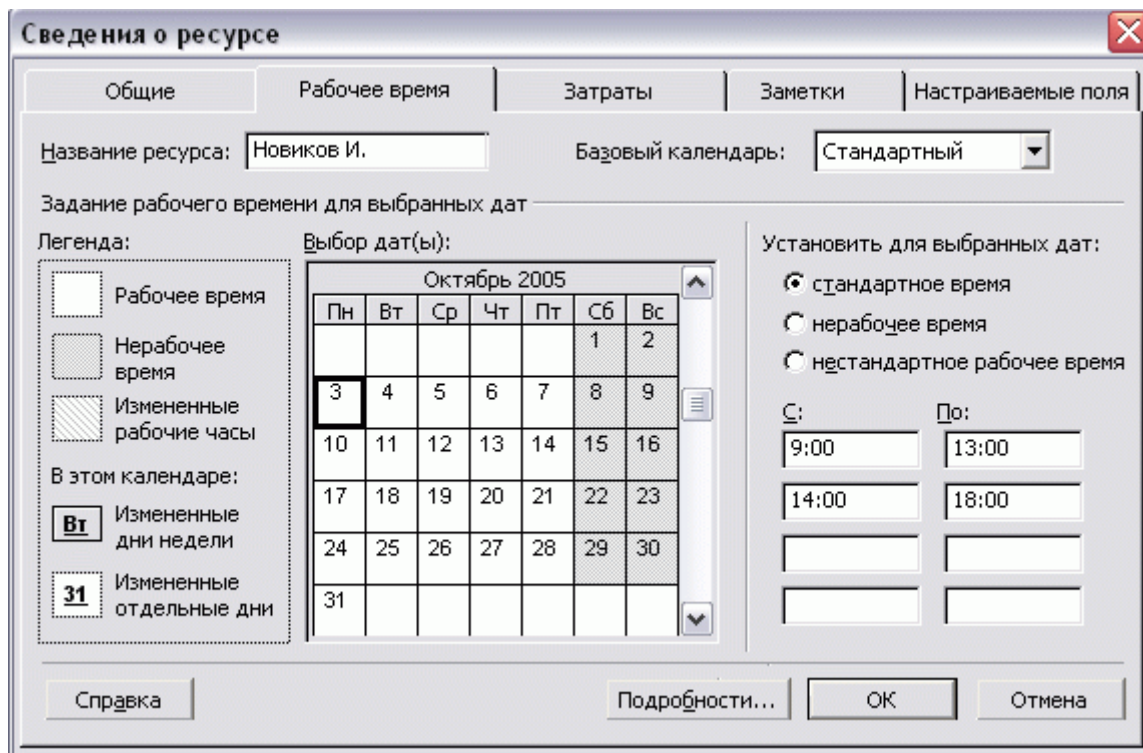

Рисунок 12. Рабочее время отдельных ресурсов
2. Выбрать закладку *Рабочее время* и изменить рабочее в определенный день (см. Рисунок 12).